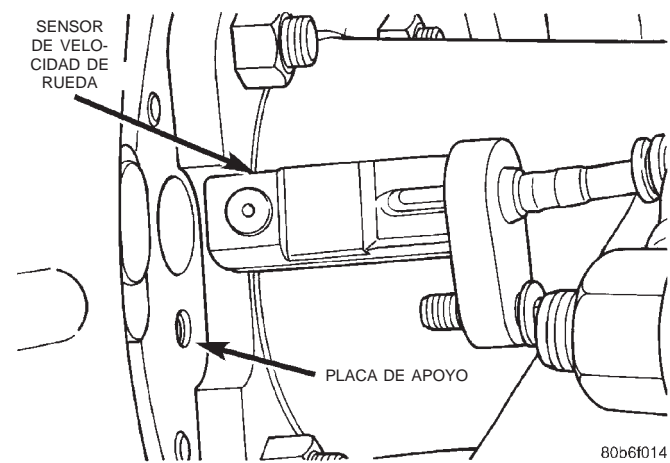

Fig. 13 Sensor de velocidad de rueda
- (1) Inserte el sensor a través de la placa de apoyo (Fig. 13).